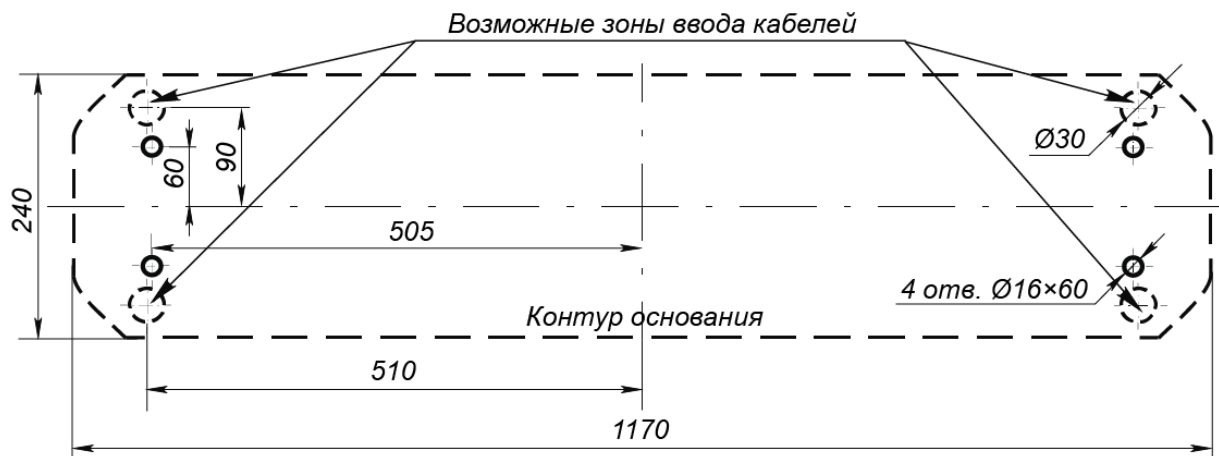
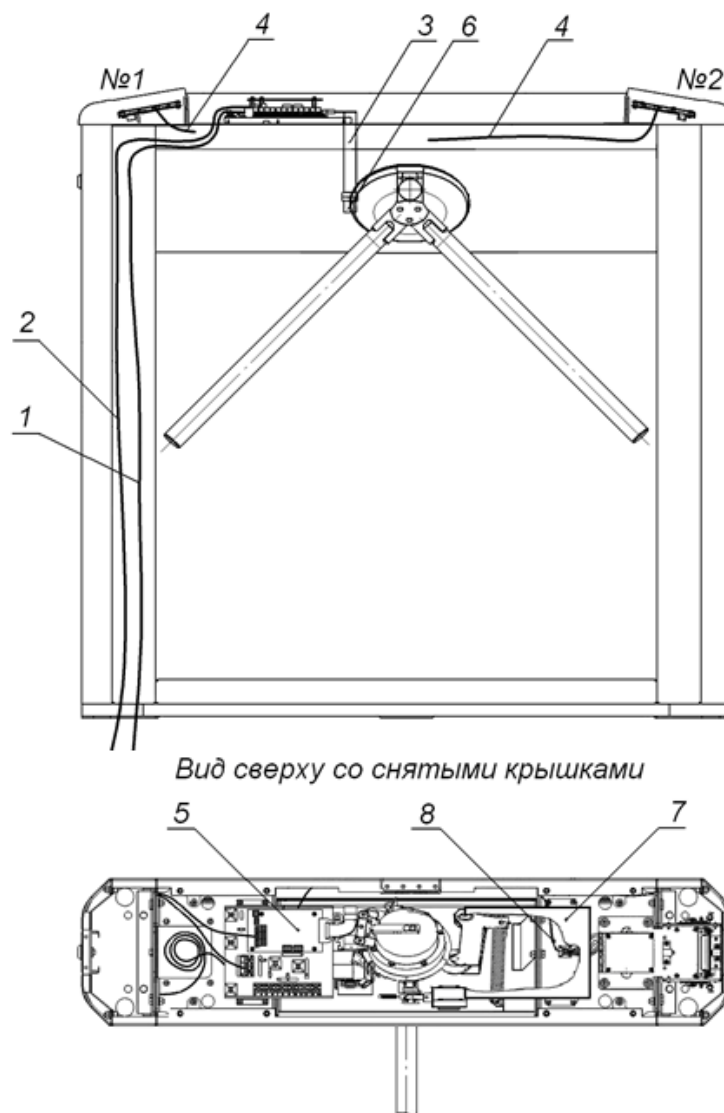

Рисунок 12. Схема разметки для установки стойки турникета¹
Рисунок 13. Схема прокладки кабелей в стойке турникета
2. Подготовьте в полу отверстия под гильзы анкеров для крепления стойки турникета (см. рис. 12). При необходимости прокладки кабелей под поверхностью пола подготовьте в полу кабельный канал, подходящий к зоне ввода этих кабелей в стойку турникета. Установку и крепление стойки производите после прокладки всех кабелей в кабельном канале и внутри стойки. Прокладка кабелей внутри стойки показана на рис. 13.
4. Демонтируйте заглушку стойки (7) и контейнер картоприемника (9), открыв ключом замки (8, 10). Установите стойку турникета на гильзы анкеров и закрепите ее болтами М10.
6. Снимите крышку турникета (3), отвернув ключом винт установочный (13) (см. разд. 6).
Возможна установка картоприемника с противоположной стороны турникета. При этом торцевые крышки (5) со считывателями свои местоположения не меняют. При производстве механизм картоприемника установлен со стороны считывателя №2 (см. рис. 13).
1. Снимите крышку (3) в порядке, указанном в разделе 6.
2. Извлеките контейнер картоприемника (9), открыв замок (10).
3. Извлеките заглушку (7) с противоположной стороны, открыв замок (8).
4. Демонтируйте торцевые крышки (5); каждая крышка крепится двумя винтами M4×16 и двумя шурупами Ø4,2×19 снизу со стороны контейнера (9) или заглушки (7); кабели считывателей, находящихся внутри крышек, не отсоединяйте.
7. Отсоедините кабель картоприемника (8, рис. 13) со стороны платы картоприемника.
9. Переложите кабель картоприемника (8, рис. 13) на сторону считывателя №1. Для фиксации кабеля используйте самоклеящиеся площадки и пластиковые стяжки, входящие в комплект поставки.
10. Подсоедините кабель картоприемника (8, рис. 13) к плате картоприемника (см. рис. 10) согласно схеме (рис. 14).
11. Установите торцевые крышки (5) в рабочее положение и закрепите в порядке, обратном снятию.
12. Установите в рабочее положение контейнер картоприемника (9) со стороны механизма картоприемника, а заглушку (7) – с противоположной стороны.
13. Установите крышку (3) в рабочее положение (см. разд. 6).
Конструкцией турникета предусмотрена возможность установки платы контроллера СКУД внутрь корпуса турникета. Установка платы осуществляется на кронштейн (7, рис. 13). Максимальный допустимый размер устанавливаемой платы контроллера 160×150×35 мм.